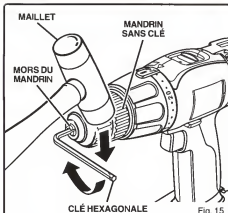

Fig. 15
Voir les figures 15, 16 et 17.
- Frapper la clé vers la droite d'un coup sec avec un maillet. Voir la figure 15. Ceci desserre la vis de fixation du mandrin et permet de le retirer facilement.